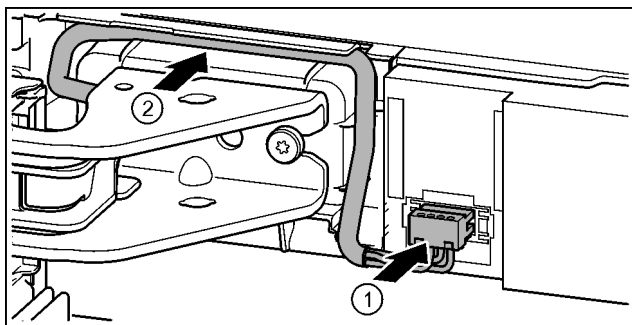

Fig. 42
- ▶ Zaklapněte zástrčku nad horním stojanem ložiska a kabelové prameny opatrně vložte do kanálu. *Fig. 42 (1)*
- ▶ Šedý kabel opatrně položte ve vedení nad horním stojanem ložiska. *Fig. 42 (2)*